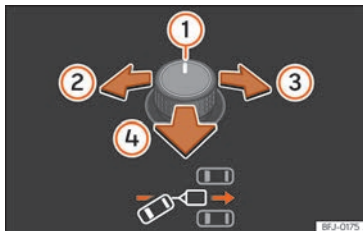
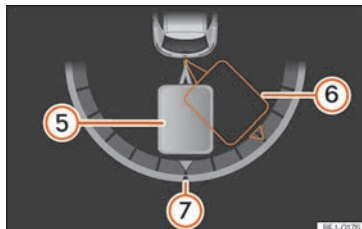

Fig. 195 Comando giratório dos retrovisores exteriores: ajustar o ângulo do reboque.
Fig. 196 Ecrã do painel de instrumentos: fazer marcha-atrás.
Legenda da **Fig. 195**, **Fig. 196**:
- Rode o comando giratório até atingir a direção desejada **>>> Fig. 195**. No ecrã do painel de instrumentos aparece, a modo de orientação, uma representação do conjunto veículo trator e reboque na posição atual **>>> Fig. 196**.